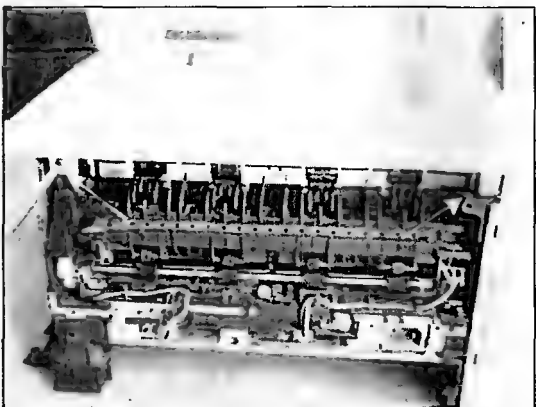

Рис. 8.8
- Откручивают два винта крепления верхней крышки (рис. 8.8), снимают ее движением вверх, отжав две защелки под крышкой картриджа и левый угол левой стенки (отмечены стрелками на рис. 8.4). В 2300-й модели отделится еще и передняя крышка дополнительного лотка.